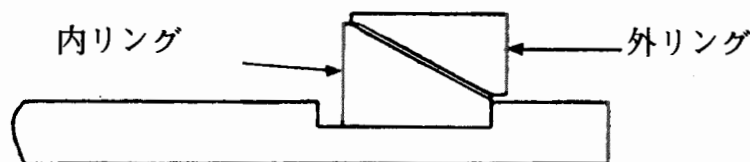

図27 外リングの方向
- (4) 外リングを図27に示す方向で挿し口端面から入れる。